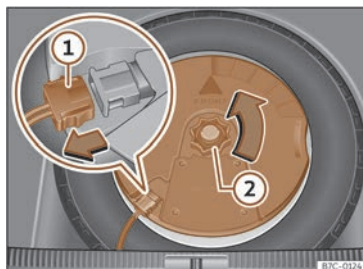

Fig. 231 Al maleters: desmuntar el subwoofer.
- Desconnecteu el cable de l'altaveu subwoofer >>> **fig. 231 ①**.
- Gireu la rodeta de fixació en sentit contrari a les agulles del rellotge >>> **fig. 231 ②**.